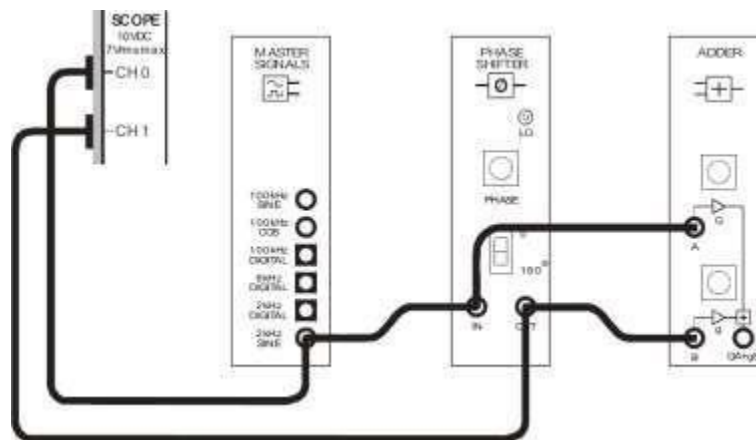

Figura 2.3
10. Conectar una señal 2KHz SINE a la entrada del PHASE SHIFTER y esta misma a la entrada A del Sumador, la salida del PHASE SHIFTER conectarla a la entrada B del sumador y observar en el Osciloscopio la señal de 2KHz SINE y la salida del PHASE SHIFTER (Figura 2.3).